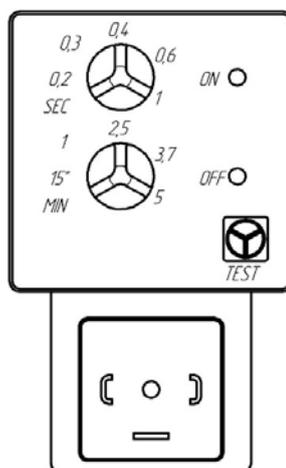

Рис. 5.5.1
5.5.1 Управление работой стола сварщика производится с помощью пульта управления, внутри которого расположен таймер, управляющий алгоритмом очистки фильтрующего картриджа (см. рис. 5.5.1).